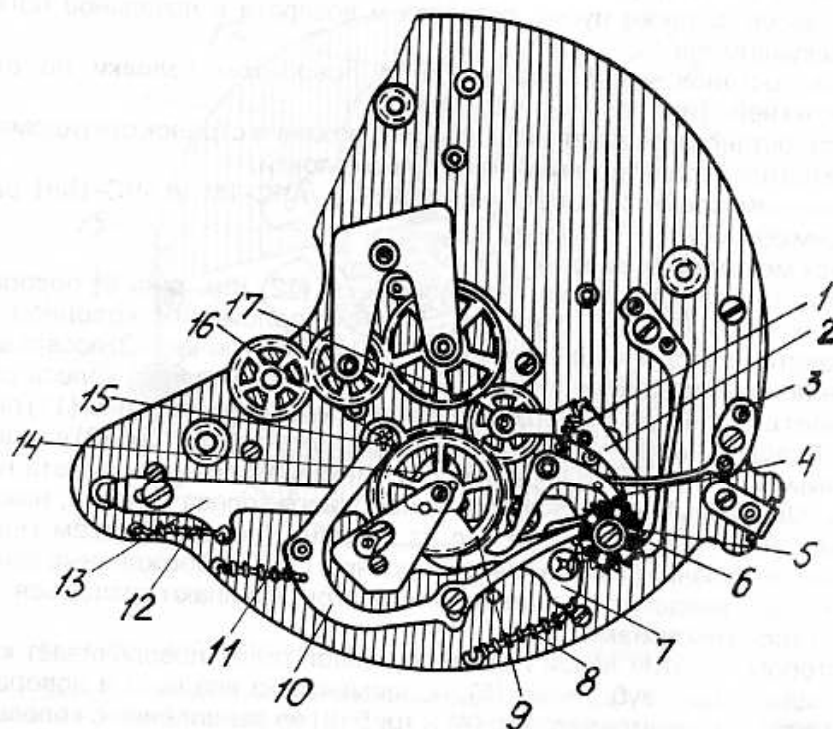
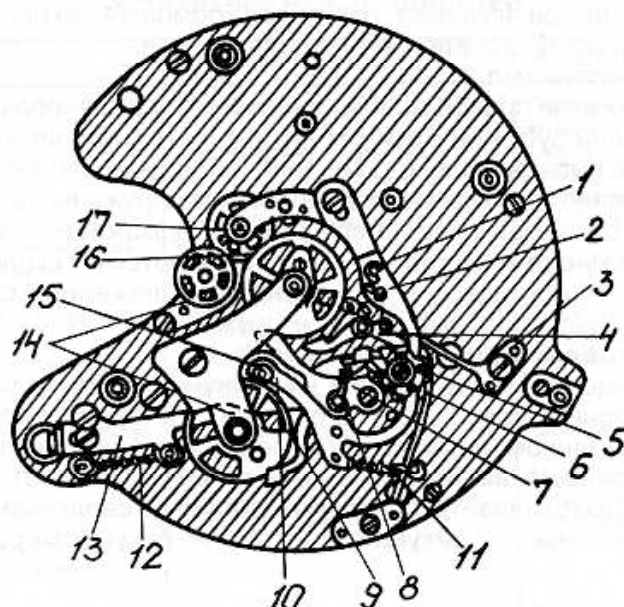

Рис. 7. Часы АЧС-1. Схема механизма секундомера:
Рис. 8. Часы АЧС-1М, АЧС-1МН. Схема механизма секундомера:
При нажатии правой головки пусковой рычаг (13) (см. рис. 7 и рис. 8) поворачивает колонное колесо (5) на один зуб. Колонное колесо фиксируется пружиной (6). Рычаг возвращается в исходное положение пружиной (12). При повороте колонного колеса рычаги (2) и (10) соскакивают с колонок под действием пружин (1) и (11), падают во впадины колонного колеса и вводят в зацепление колесо (17) и триб (15) с колесами (16) и (9). Одновременно колонка колонного колеса, нажимая на выступ молотка (7), поднимает его из впадины. Молоток, поворачиваясь вокруг своей оси, освобождает сердечки (14), которые